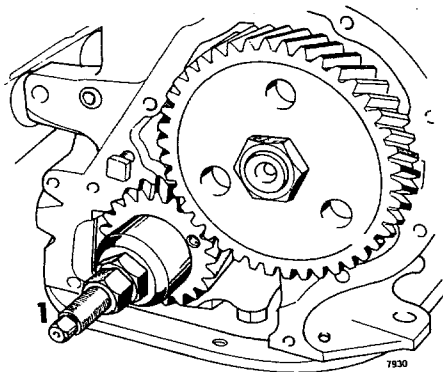

Fig 01-56. Montering av vevaxeldrev
5. Montera vevaxeldrevet, se fig 01-56. Drevets fasade kant skall vändas inåt. Skruva in verktygets centrumskruv tillräckligt långt i vevaxeln, så att drevet kommer ordentligt på plats.